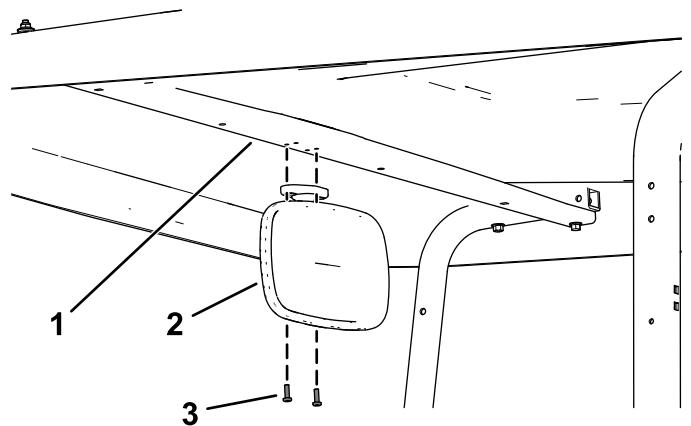

Figure 1
- Fixez le rétroviseur sur le support de l'abri au moyen des 2 vis cruciformes (nº 10 x $\frac{5}{8}$ ""), comme montré à la Figure 1.